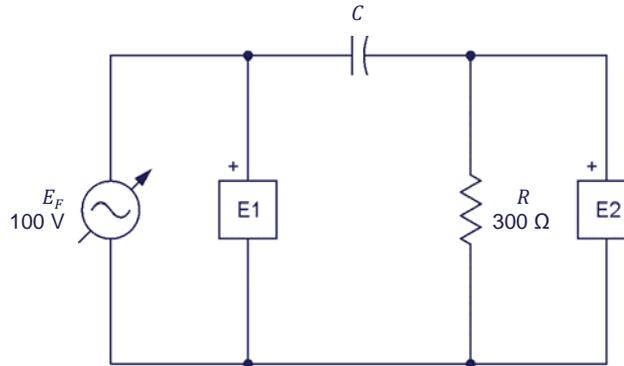

Figura 1-16. Circuito ca de un resistor y un condensador.
19. Modifique el circuito de la manera que se muestra en la figura 1-16 (reemplace el inductor por un condensador). Este circuito contiene un resistor R y un condensador C . Los condensadores se estudian en la siguiente unidad de este manual.
El valor del condensador C en el circuito de la figura 1-16 se llama capacitancia y se expresa en microfaradios (μF). El valor de la capacitancia que se utilice depende de la frecuencia de la fuente de alimentación ca como se indica en la tabla 1-3.